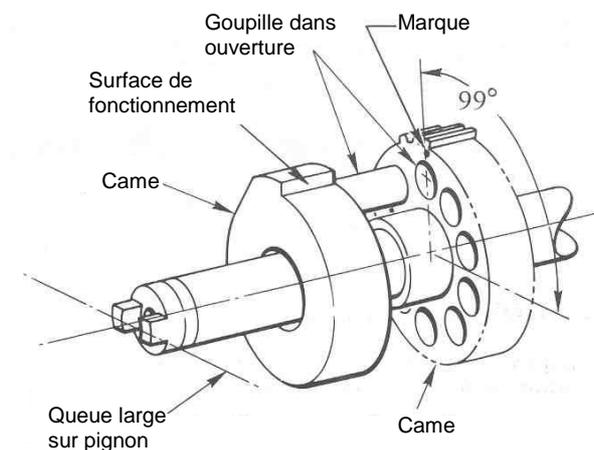

Figure 6. Positionnement de la came pour débrayage 1er étage
8. Pousser la came vers la gauche pour la désengager du pignon (Figure 6).
9. Faire tourner la came jusqu'à ce que sa surface de fonctionnement soit droite (Figure 6). Dans cette position, la surface de fonctionnement tire le râteau lorsque le chiffre désiré sur la roue du premier chiffre soit affiché dans la glace.
10. Engager la came dans le pignon (Figure 6).